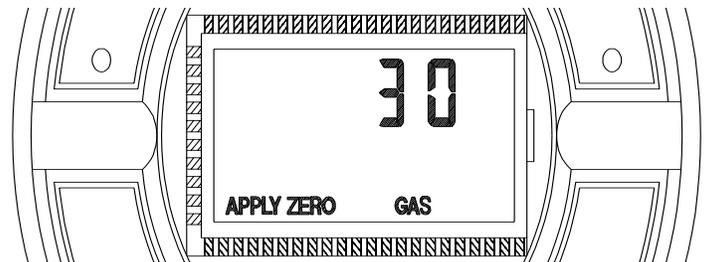

Figura 3. Bandera de aplicación de gas cero
- La bandera **APPLY ZERO GAS** (aplicación de gas cero) (FIGURA 3)